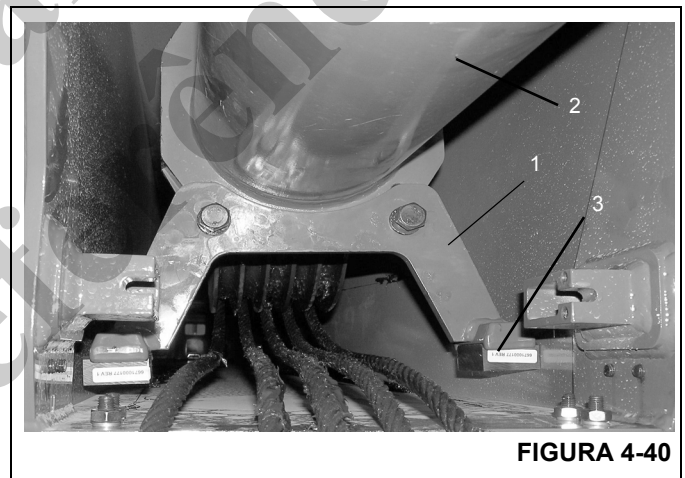

FIGURA 4-40
9. Instale o conjunto soldado do pé do cilindro (Figura 4-40, 1) no cilindro telescópico (Figura 4-40, 2) usando dois parafusos.
10. Abaixar o cilindro de forma que o conjunto soldado do pé do cilindro se apoie nas placas de desgaste do conjunto soldado do pé do suporte (Figura 4-40, 3).